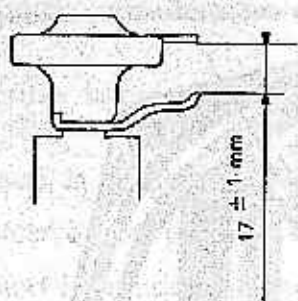
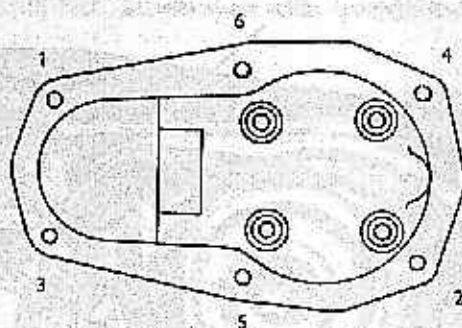

Figure 19. — Écartement entre doigt distributeur et parafoudre.
Figure 20. — Ordre de serrage des vis du couvercle de l'allumeur.
Replacer le couvercle et serrer les 6 vis selon les indications de la figure 20.
- Placer la languette parafoudre (J) au-dessus des cames, la languette tournée vers le haut;
- Placer le doigt distributeur (H) en le tournant de façon à ce qu'il se positionne à la fois dans l'encoche de l'arbre et sur l'ergot du parafoudre;
- Vérifier que l'écartement entre la languette du doigt distributeur et celle du parafoudre soit de 17 ± 1 mm (fig. 19);
- Vérifier la présence et le bon état du joint (AE) du couvercle sur le boîtier;
- Placer le couvercle de façon que le ressort (BY) de contact du secondaire vienne s'engager dans l'orifice du pôle secondaire de la bobine;
- Serrer les vis de fixation du couvercle sur le boîtier selon l'ordre indiqué (fig. 20);
- Revisser les raccords (AJ) des tubes de ventilation et serrer les contre-écrous (AH);